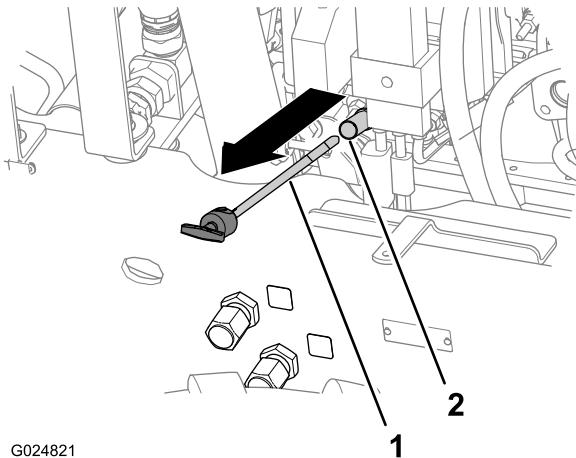

Figura 24
- Togliete l'asta di livello e asciugatela e pulitela con un panno pulito (Figura 24).
- Inserite totalmente l'asta nel relativo tubo, quindi estraetela (Figura 24).